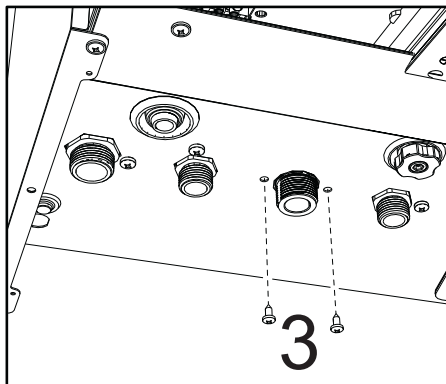

fig. 45
- Svitare le viti “3” (fig. 45)